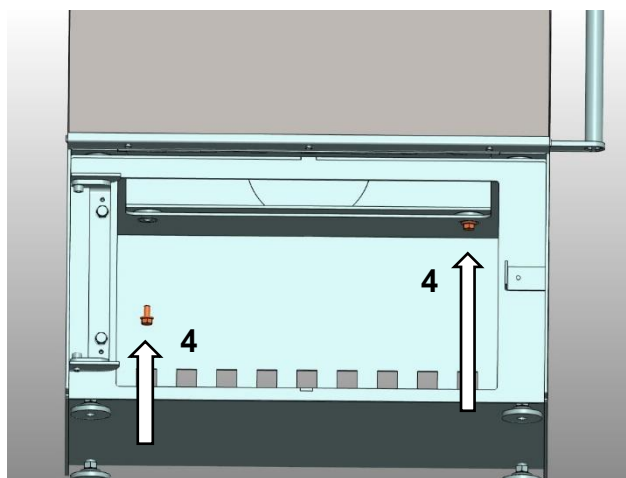

Fig. 14 : vissage socle avec Casa
3. Après le placement sur le socle, fixer le poêle par en-dessous avec les 2 vis (4) à l'arrière (Fig. 14).